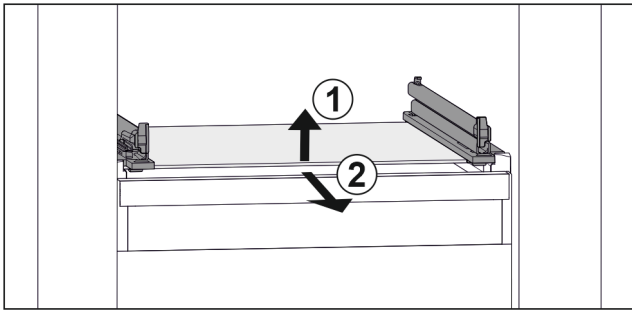

Fig. 45 Cam plakanın örnek gösterimi
- Cam plakayı önden kaldırın. Fig. 45 (1)
- Cam plakayı öne doğru çıkartın. Fig. 45 (2)